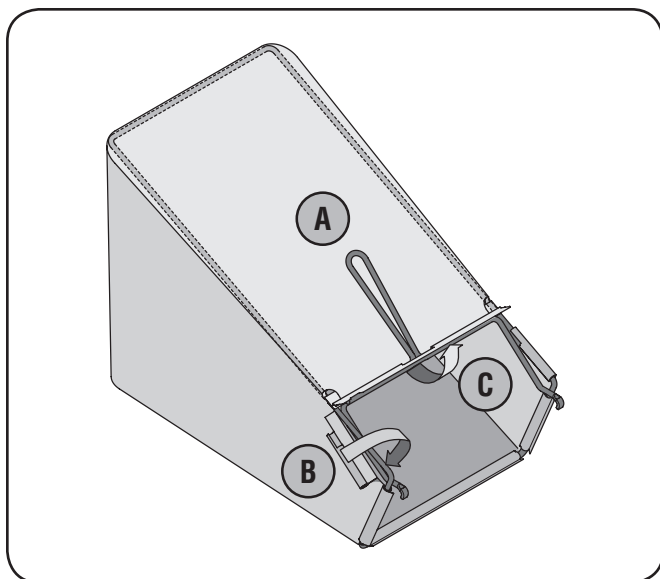

Figura 3-4
- a. Coloque la bolsa sobre el marco con el lado negro de plástico en el fondo, Figura 3-4.